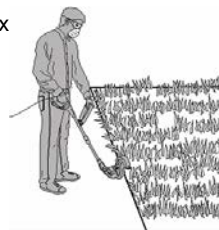

Рисунок 12
- відкиньте захисну дугу кромкового колеса (6) у бік корпусу двигуна;
- встановіть виріб на кромкове опорне колесо (3) для окантовування доріжок (рисунок 12) і, спираючись увімкнений виріб на опорне колесо, ведіть його уздовж обраної лінії окантовування.